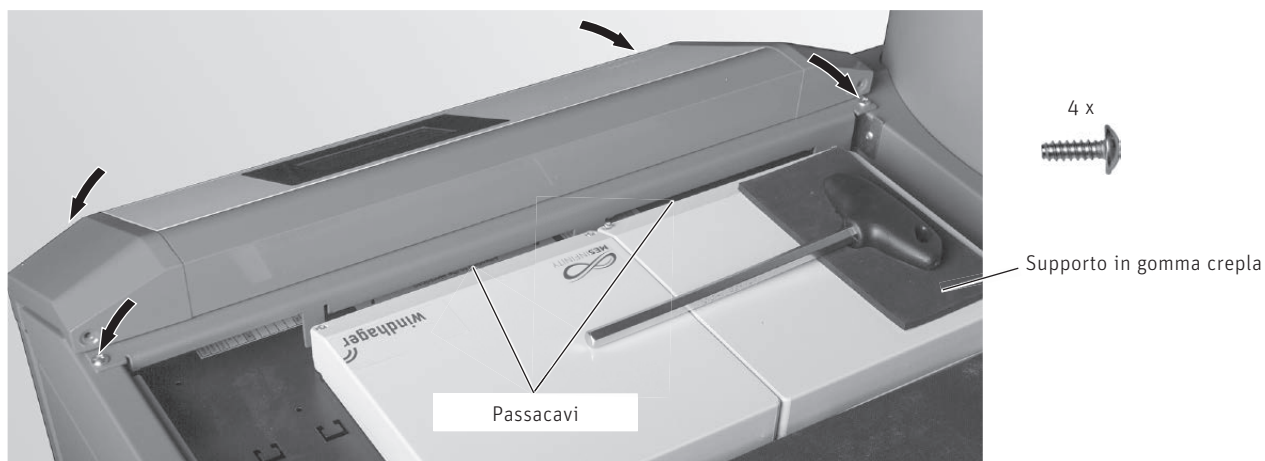

Fig. 135 Infilare il pannello di comando e avvitarlo
- ▶ Nel pannello di comando piegare i passacavi verso l'interno, infilare il pannello di comando e fissarlo con 4 viti autofilettanti – Fig. 135.
- ▶ Incollare il supporto in gomma crepla per la chiave a brugola – Fig. 135.